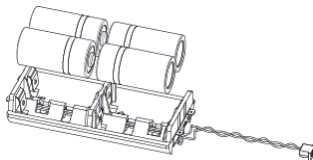

Figura 9
5. Troque as baterias prestando atenção na sua polaridade (veja a Figura 9).